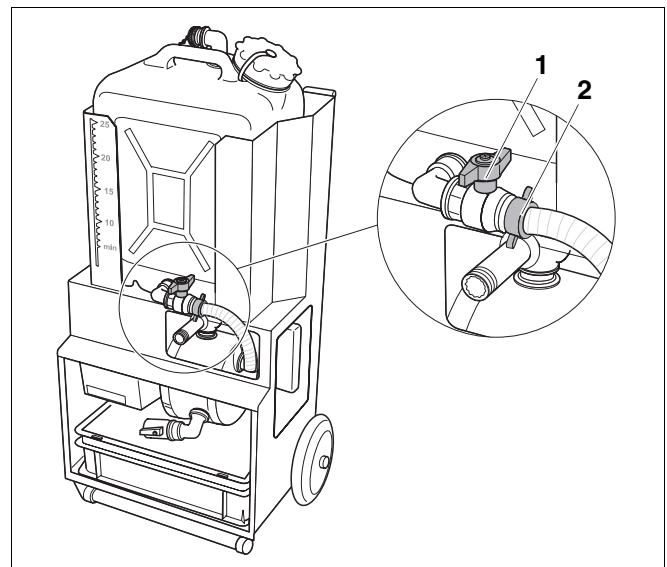

Abb. 23 Behälter reinigen
- ▶ Schließen Sie den Kugelhahn (Abb. 23, **Pos. 1**) am Saugschlauch .
- ▶ Öffnen Sie die Verschraubung (Abb. 23, **Pos. 2**) hinter dem Kugelhahn.